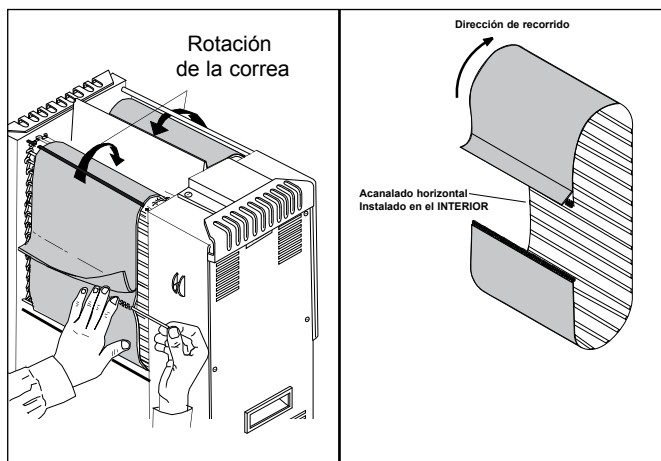

Figura 15. Instalación correcta de la envoltura de la correa
2. Instale las nuevas envolturas de correa con la aleta de bisagra colgando hacia abajo y las líneas onduladas apuntando hacia afuera, como se muestra en la Figura 15.
Asegúrese que los extremos de la envoltura de la correa estén alineados según se ilustra en la Figura 15, de lo contrario ocurrirán daños a la envoltura.